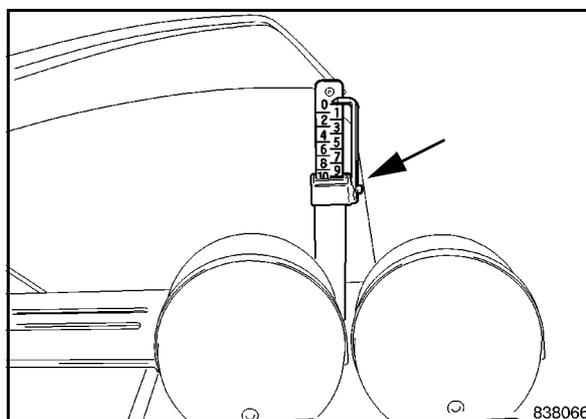

Fig. 115
- Controllare l'angolo di attacco (Fig. 115) sulla scala, se necessario allentare la vite di arresto (freccia) e correggere l'indicatore.